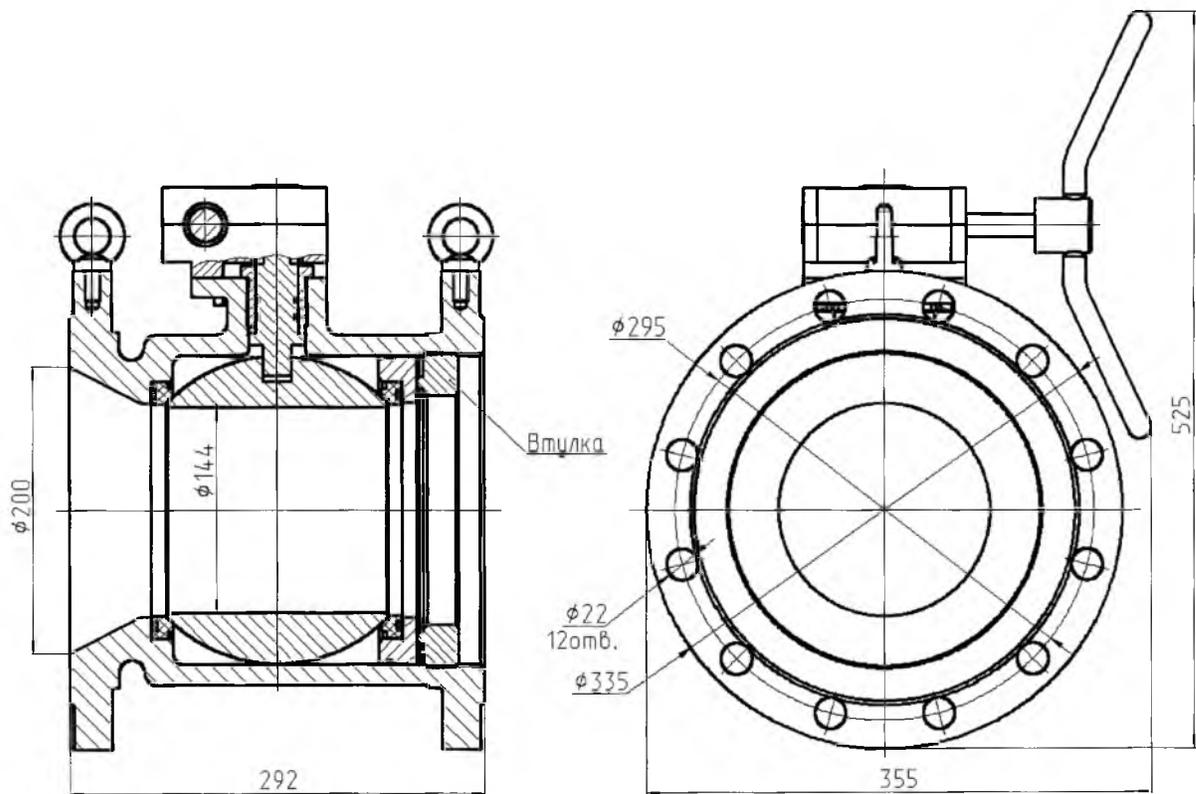

Рисунок 1
7.4 Подтяжку втулки (рисунок 1) для достижения герметичности производить спец. ключом (усилие затяжки должно находиться в диапазоне 45-55 Н•м) в закрытом положении крана.